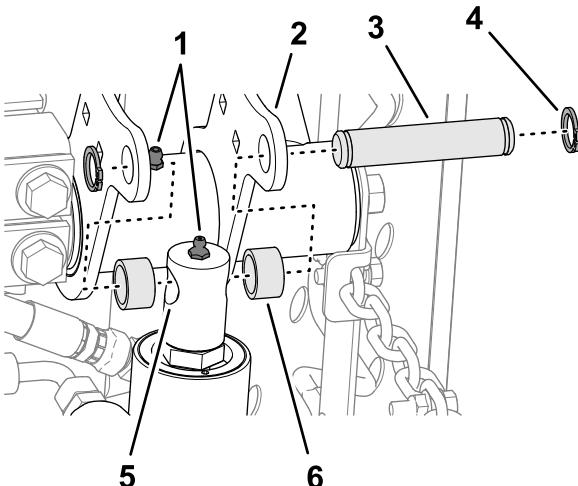

Bild 13
6. Tragen Sie Lithiumfett Nr. 2 auf die Schmiernippel des Hubarms und des Hydraulikzylinders auf (Bild 13).
4. Bewegen Sie die Hubzylinderstange langsam, bis sie mit den Löchern in den rechten Hubarmflanschen fluchtet (Bild 13).
5. Montieren Sie die Stange mit dem Befestigungsstift, zwei Distanzstücken und zwei Sprengringen an den Flanschen (Bild 13).
- Richten Sie die Löcher in den Platten des vorderen Trägerrahmens auf die Löcher in den Montageplatten des Mähwerks aus (Bild 13).